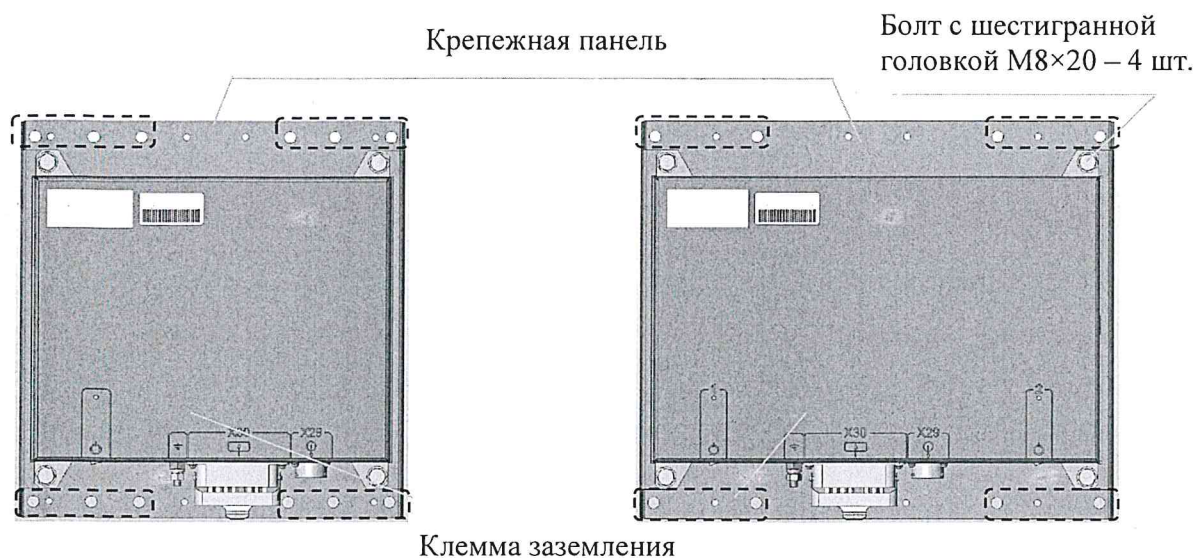

Рисунок 4 – Крепление ИП-ЛЭ
- ослабление крепления к крепежной панели М8 (см. рисунок 4): при обнаружении подтянуть с моментом затяжки по п.3.3.3 либо заменить при необходимости на исправный крепеж по п.3.3.5;